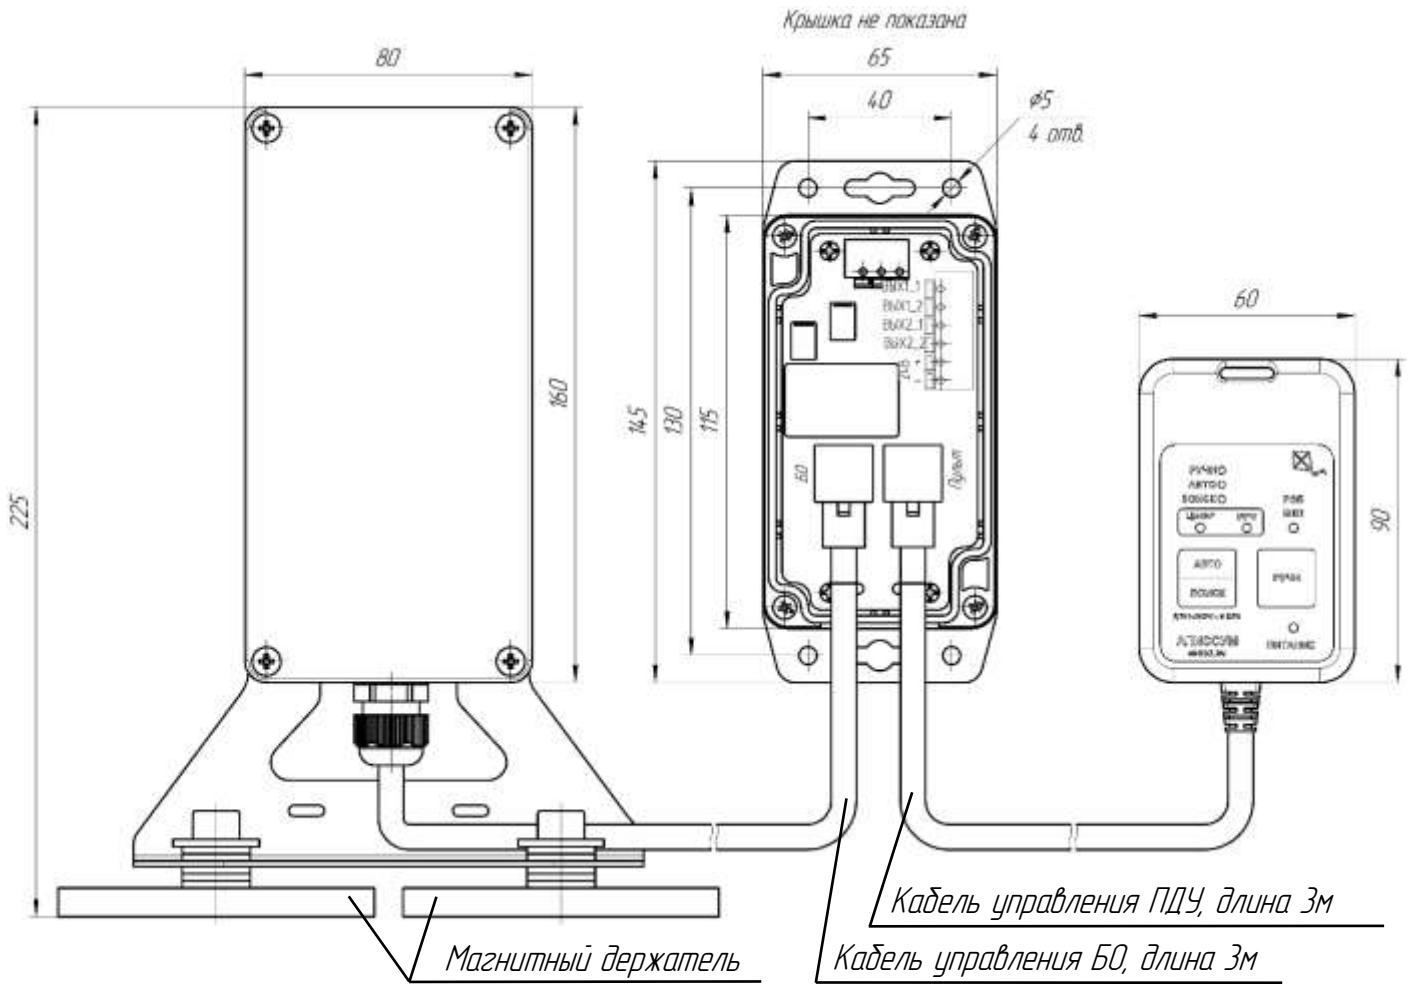

Рисунок 4
- подключить кабель управления блока обнаружения и кабель управления ПДУ к соединителям на плате блока коммутации «БО» и «Пульт» соответственно (рисунок 4);